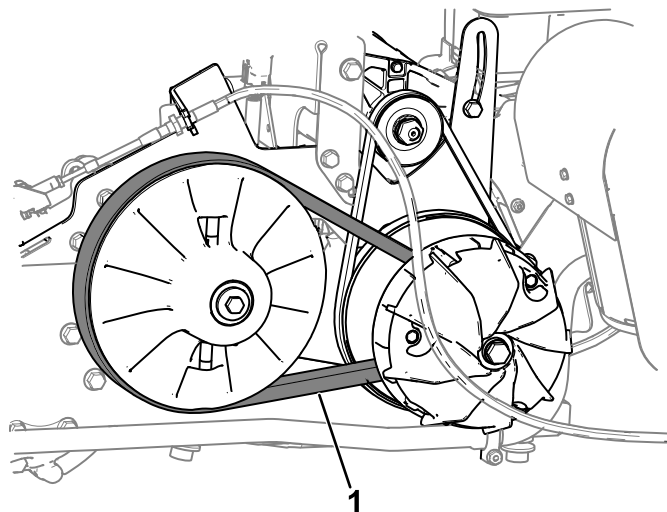

Figura 55
5. Rode e verifique se a correia (Figura 55) apresenta sinais de desgaste ou se está danificada.